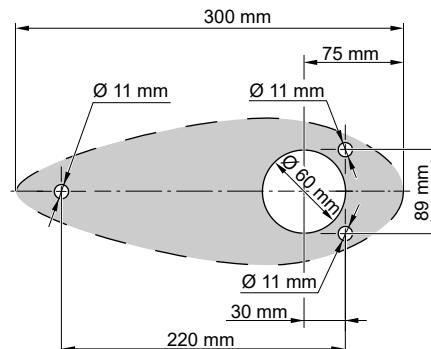

Fig. 48: Dimensioni
- Realizzare quattro fori per il montaggio del pod nello scafo della barca, vedi "Fig. 48: Dimensioni". Se necessario, utilizzare il blocco di compensazione montato come dima di foratura.
- Inserire il blocco di compensazione (4) sulla flangia di montaggio (5).